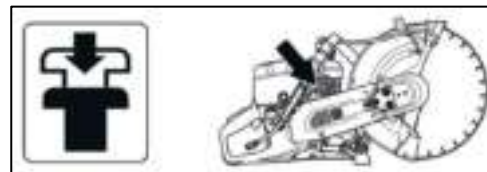

Рис. 15
3. Утопите клавишу клапана декомпрессора (клапан автоматически закроется при запуске) (Рис. 15).